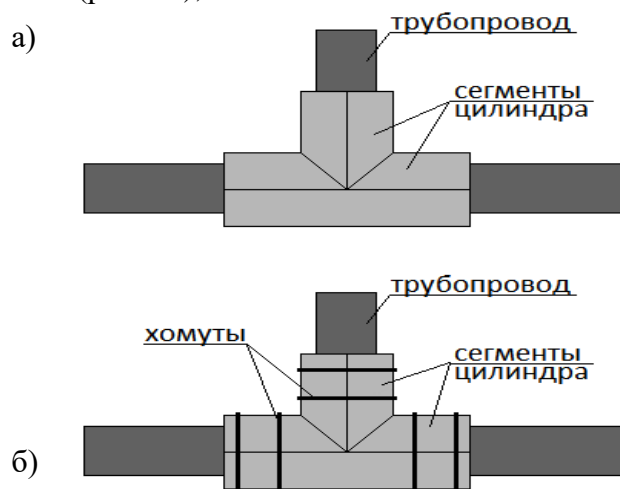

Рис. 3. Монтаж цилиндров BOS-PIPE на соединения труб и тройники
- нарезка цилиндра на сегменты с углом 15° или 30° (рекомендуемые углы) при помощи стусла (рис.3а);
- нарезка цилиндров для осуществления их совместной врезки (рис. 3а);
- фиксация смонтированных цилиндров поперечными хомутами из проволоки или металлических стяжек (рис. 3б);